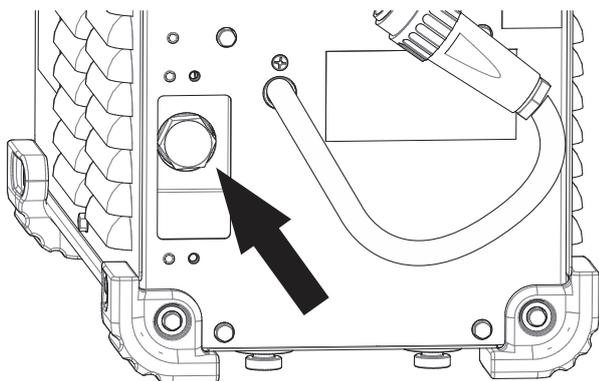

Figure 10
- Retirer ensuite le gros boulon en laiton. Voir la Figure 10. Il est possible d'utiliser une douille pour puits profond ou une pince à languette et rainure. Une petite quantité de liquide de refroidissement peut fuir.